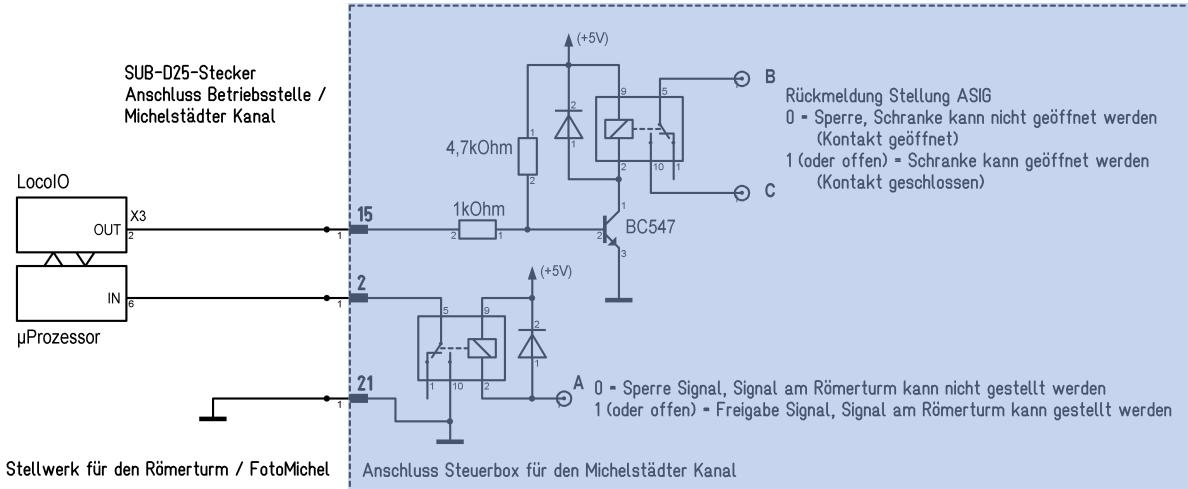

Abb. 2 Verwendung in einer Steuerbox „Methode einfach“
- Die Schaltlogik zur Freigabe der Sicherung des Bahnübergangs (Lichtzeichenanlage oder Schrankenanlage). Es muss kein Mikrocontroller sein, hier tut es möglicherweise auch die Einbindung der einfache Relaistechnik (Verwendung der Anschlüsse A, B und C, siehe Abb.2 - das habe ich aber nicht realisiert, bei mir kommt ein kleiner Mikrocontroller zum Einsatz). Es ist nur wichtig zu wissen, dass an der Schnittstelle mit Spannungspegeln von 0V (Masse, GND) und +5V sowie einer Strombelastbarkeit von 20mA gearbeitet wird.
Schaltet man Abb.2 aus Krümelbahn Info 4 - Stellwerktechnik für die Modellbahn (<https://github.com/Kruemelbahn/Infoletter/blob/main/Krümelbahn%20Info%204%20-%20Stellwerktechnik%20für%20die%20Modellbahn.pdf>) mit Abb.2 in diesem Dokument zusammen, ergibt sich folgende Schaltung: